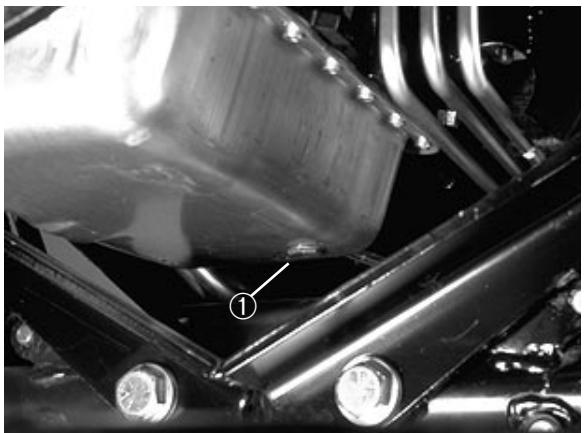

Figure 35
CHANGEMENT D'HUILE MOTEUR ET DE FILTRE (Fig. 35–36)
1. Enlever le bouchon de vidange (Fig. 35) et laisser l'huile s'écouler dans le récipient de vidange. Remettre le bouchon et le joint neufs (Réf. 74-7850) quand toute l'huile s'est écoulée.